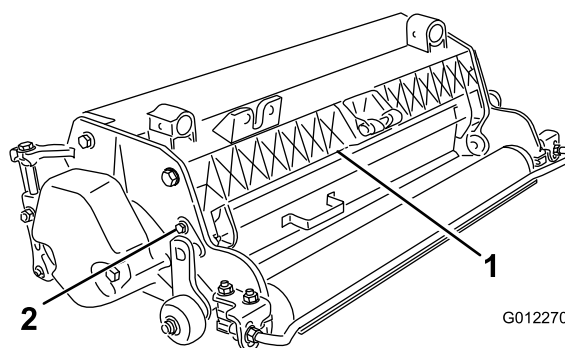

Figura 5
1. Desaperte os parafusos no apoio do resguardo de relva (Figura 5).
2. Rode o resguardo de relva para a posição pretendida e aperte os parafusos (Figura 5).